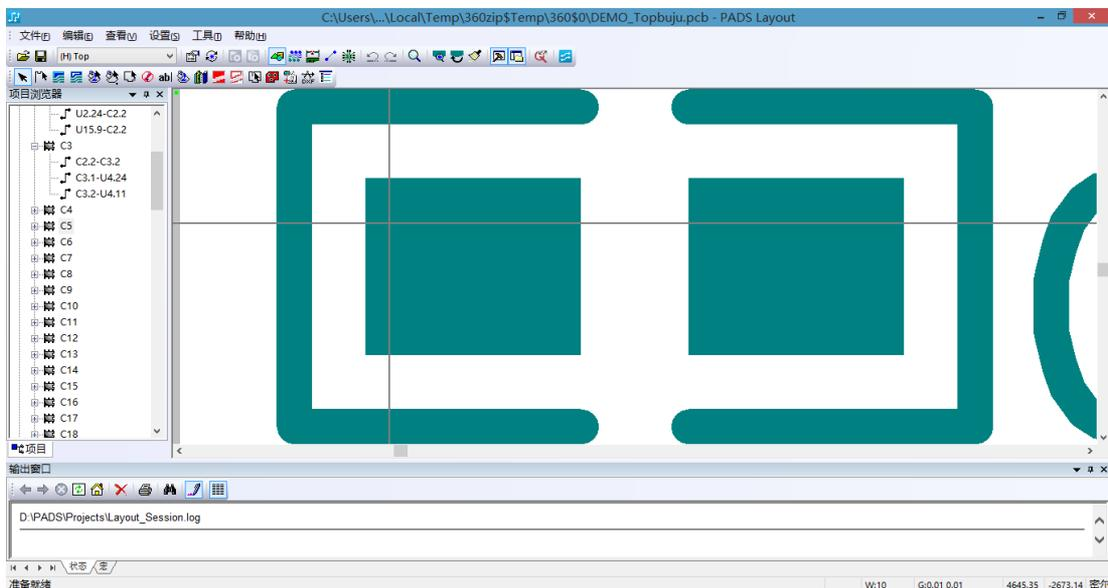

图 6-4 元器件查找
(2) 元器件 包含 PCB 中所有元器件参考名称。单击“项目浏览器”窗口中的元器件参考名称，右侧窗口将全屏高亮显示该元器件，如图 6-4 所示。
在工具栏上单击图标按钮，出现位于界面底侧的“输出窗口”，如图 6-4 下方所示。